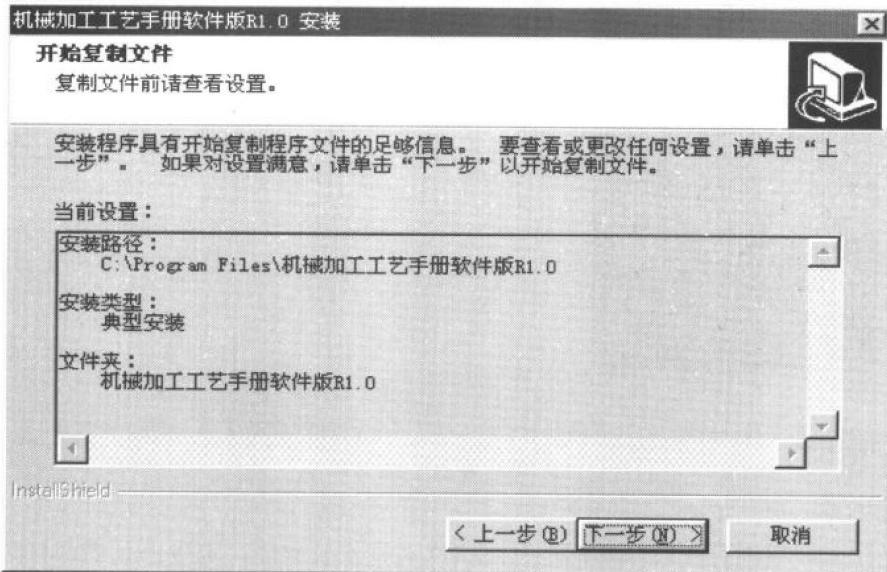
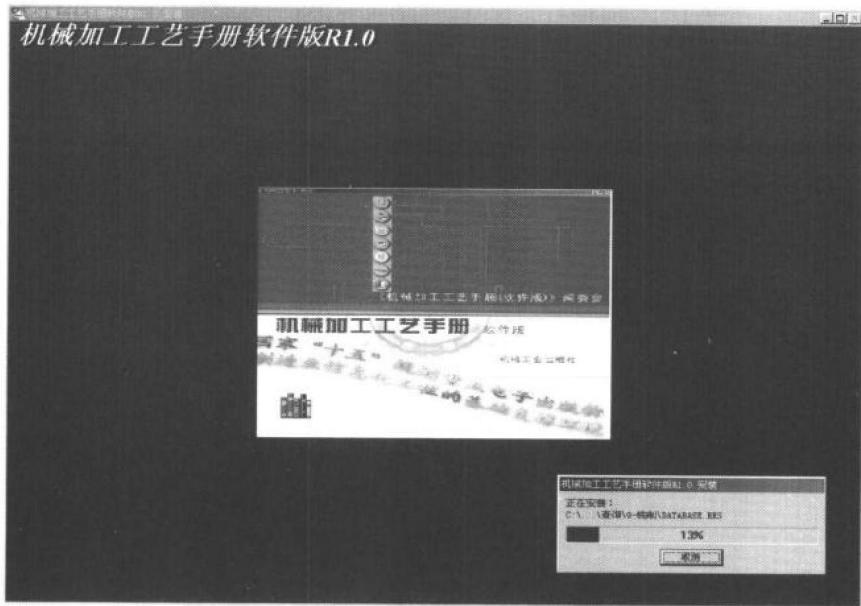

图 1.8 查看设置界面
图 1.9 显示安装进度界面
8) 安装程序将把软件拷贝到硬盘上，时间的长短取决于用户选择的安装类型。在复制文件前请查看设置（图 1.8），安装程序在复制文件的过程中，使用进度条来显示安装进行的百分比，并提示安装复制的文件和目录（图 1.9）。在安装过程中，随时可以单击“取消”按钮退出安装程序。